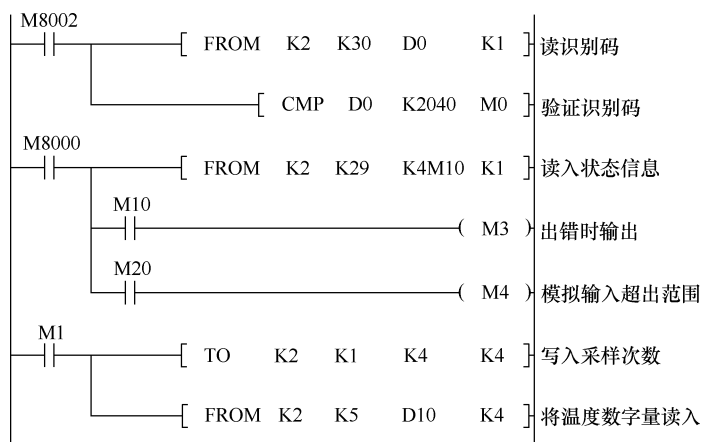

图 6-62 梯形图程序
- 根据控制要求进行分析, 编制其程序如图 6-62 所示。